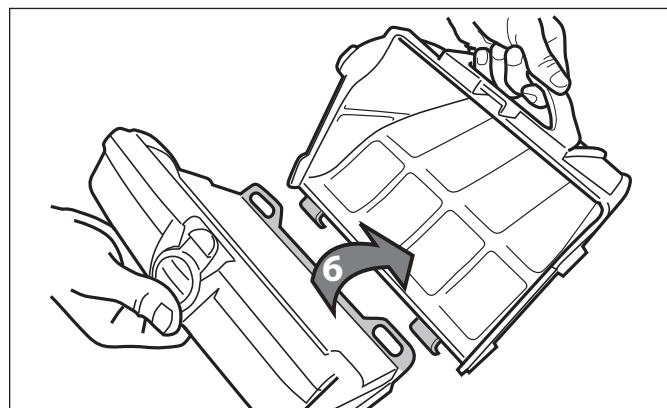

Figure 27. Retirer le sac filtrant
8. Séparer le sac filtrant du support du filtre (6), comme illustré à la Figure 27.